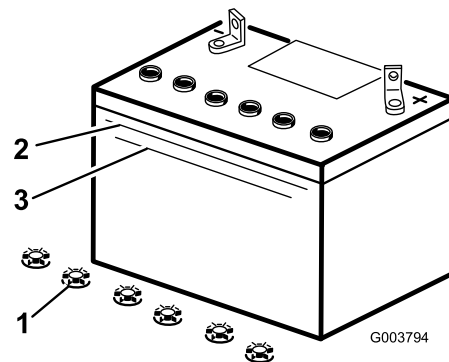

Figura 39
2. Osservate il fianco della batteria. L'elettrolito deve raggiungere la linea superiore (Figura 39). Non lasciate scendere l'elettrolito sotto la linea inferiore (Figura 39).
3. Togliete i tappi di rifornimento dalla batteria (Figura 39).
4. Aggiungete lentamente acqua distillata in ogni elemento della batteria finché l'elettrolito non raggiunge la linea superiore (Figura 39) sulla scatola della batteria.
5. Attendete cinque o dieci minuti dopo avere riempito gli elementi della batteria. All'occorrenza, aggiungete acqua distillata finché l'elettrolito non raggiunge la linea superiore (Figura 39) sulla scatola della batteria.